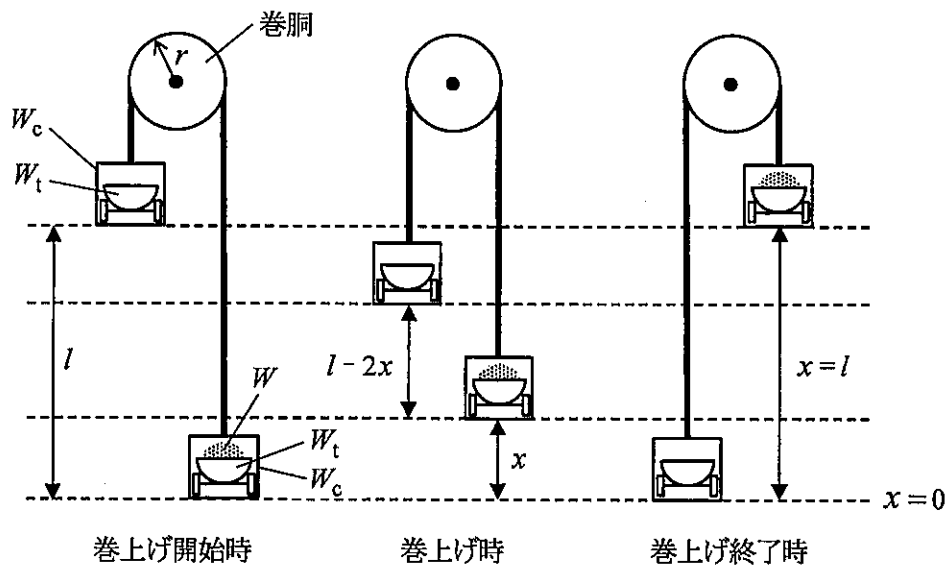

図1 平衡ケーシング巻上機のケーシング位置
(1) 図1に示す平衡ケーシング巻上機で、運搬車に乗せた積荷を上部へ運ぶときの動作モデルについて考える。ここで、ケーシング最下点を0とした巻上げ動作中の上昇ケーシングの位置を x [m]、 x の最大値である巻上げ深度を l [m]、積荷の質量を W [kg]、ケーシングの質量を W_c [kg]、運搬車の質量を W_t [kg]、ロープの全質量を W_r [kg]、ロープの単位長さ当たりの質量を w [kg/m] とする。